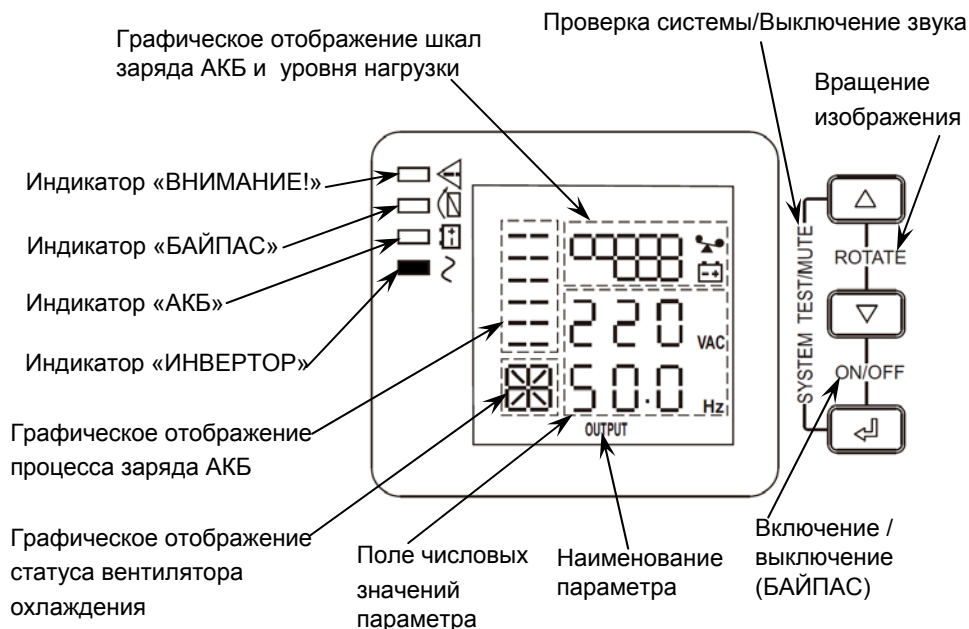

Рисунок 3. Передняя панель изделия при монтаже в горизонтальном положении (на ЖК-дисплее отображены выходные параметры изделия (параметр OUTPUT))
На ЖК—дисплее отображаются значения основных параметров изделия (см. рисунок 3).
-   При наличии напряжения питающей сети в пределах допустимого диапазона (см. п.1...п.3 таблицы 1) изделие питает нагрузки и осуществляет заряд АКБ. На ЖК-дисплее отображается величина выходного напряжения и значение его частоты (см. рисунок 3).